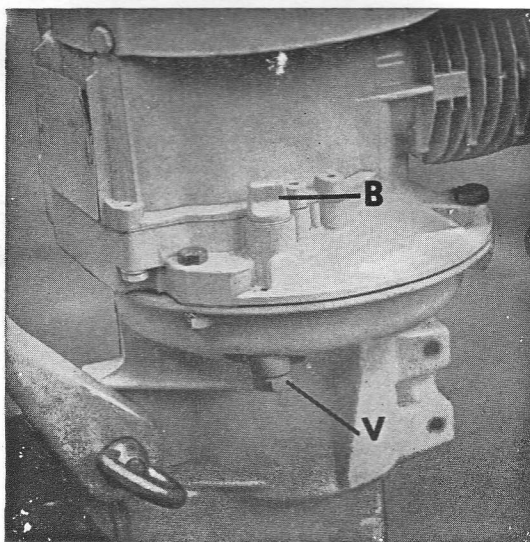

Fig. 9
- Dévisser le bouchon de remplissage B (fig. 9).